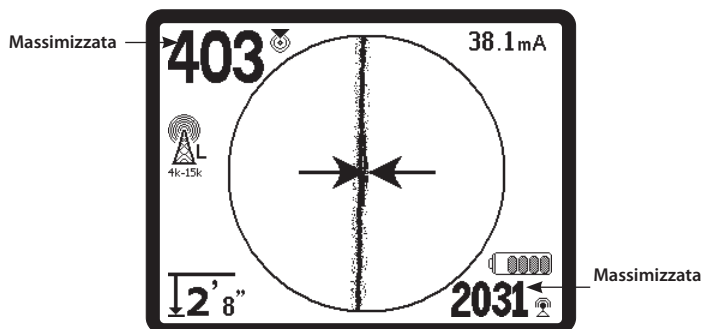

Figura 23: Localizzazione di alta probabilità
3. Utilizzare le Freccette guida, il Numero di Prossimità, la Potenza segnale e la Linea di Traccia per guidare la traccia-linea. Queste tre informazioni sono generate dalle caratteristiche distinte del segnale per aiutare l'operatore a capire la qualità della localizzazione. Un segnale **non distorto** emesso da una linea è più forte sopra quella linea. (Nota: A differenza delle linee di Traccia segnale, le frecce guida richiedono che l'utente *orienti il localizzatore* in modo che le frecce guida puntino a 90° rispetto alla linea della Traccia Segnale. (Vedere Figura 23.))